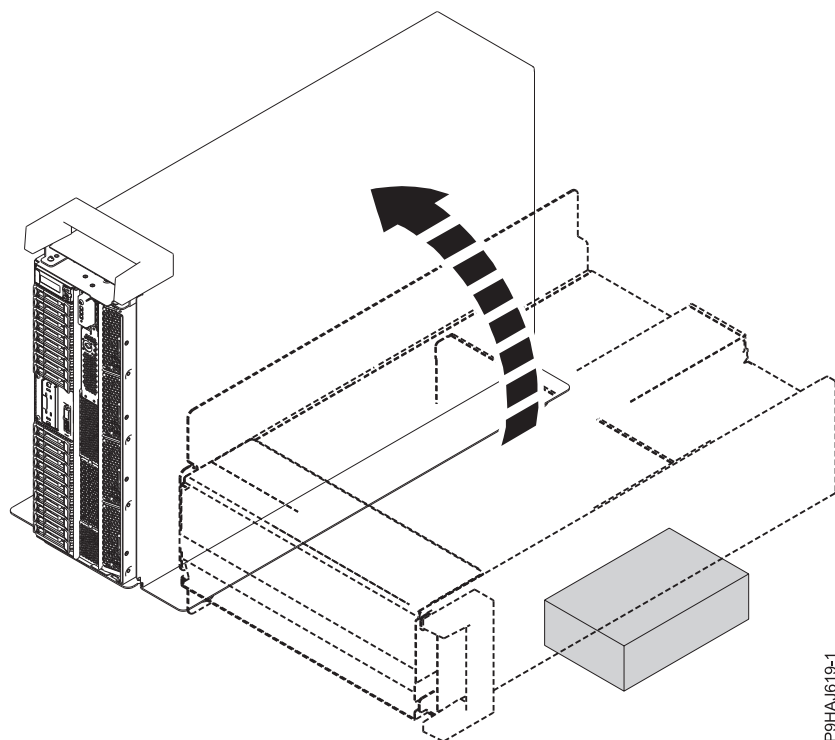

Figura 41. Cambio del sistema autónomo a la posición vertical
- a. Incline con cuidado el sistema autónomo de su posición horizontal a su posición horizontal. Consulte la Figura 41 en la página 57.